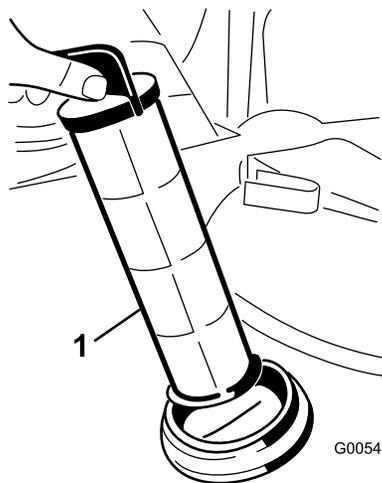

Figura 25
4. Retire o filtro de rede da sucção da estrutura do filtro de rede no depósito (Figura 25).